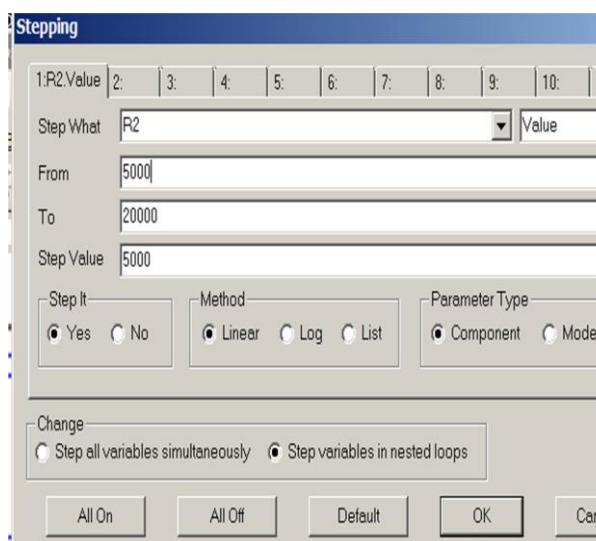

Рис. 1.21
**Исследование схемы в режиме Stepping** позволяет изменять по шагам выбранный параметр схемы и получить семейство характеристик в соответствии с этими изменениями. В окне параметров режима DC нажмите кнопку Stepping. В окне настройки этого режима (рис.1.21) в строке step What выберите элемент, для которого необходимо изменять параметр; в строках From, To, Step Value укажите начальное значение, конечное значение и шаг параметра.